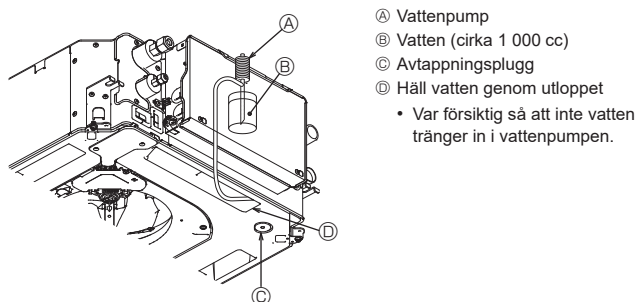

Fig. 8-6
8.4. Kontrollera kondensvattenutloppet (Fig. 8-6)